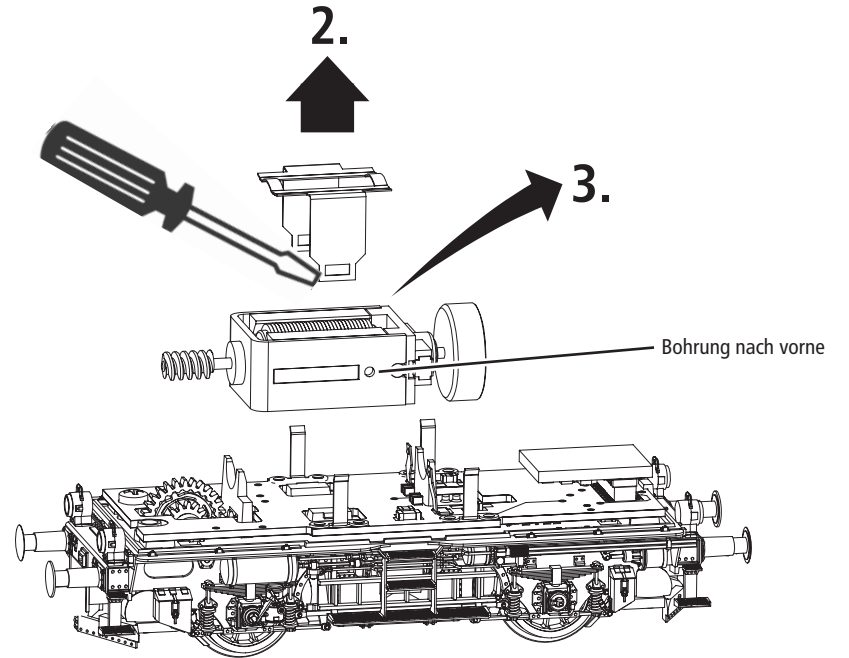

Fig. 7
Schleiferwechsel: siehe Fig. 7
A.C. pick up: see fig. 7
voir fig. 7